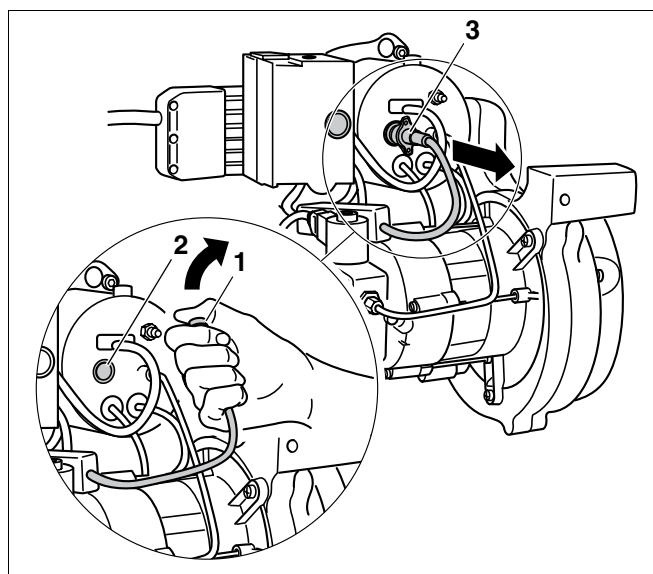

Fig. 57 Vérifier le fonctionnement du détecteur de flamme
- Retirer le détecteur de flamme du support pendant le fonctionnement du brûleur en le maintenant aux poignées prévues à cet effet (fig. 57, **pos. 3**).
- Recouvrir le détecteur de flamme (fig. 57, **pos. 1**). Une mise hors circuit par défaut doit suivre le redémarrage.
- Après une pause d'env. 30 secondes, débloquer le coffret de contrôle de combustion en appuyant sur le bouton de réarmement (fig. 57, **pos. 2**).